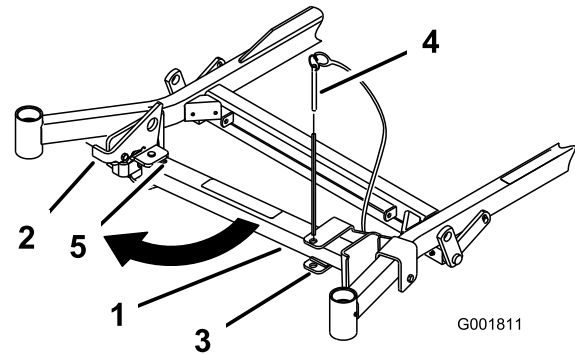
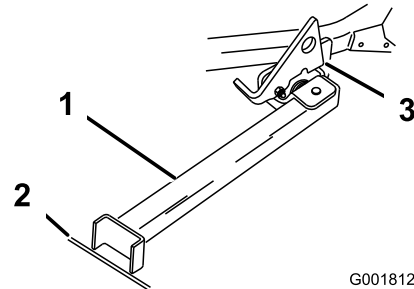

Figure 43
Figure 44
2. Retirez la goupille du support (Figure 43).
4. Dépliez le pied du support et poussez le support vers la machine en l'engageant dans le bas de la fente (Figure 43 et Figure 44).
5. Posez le pied du support sur le sol et appuyez le verrou sur la languette de pivot (Figure 44).
**Remarque:** Pour obtenir des résultats optimaux, placez le pied du support dans des fissures du trottoir ou dans la pelouse (Figure 44).
7. Conduisez la machine sur le support. Arrêtez-vous quand le verrou retombe sur la languette en position verrouillée (Figure 44).
5. Ramenez le support à sa position de repos (Figure 43).